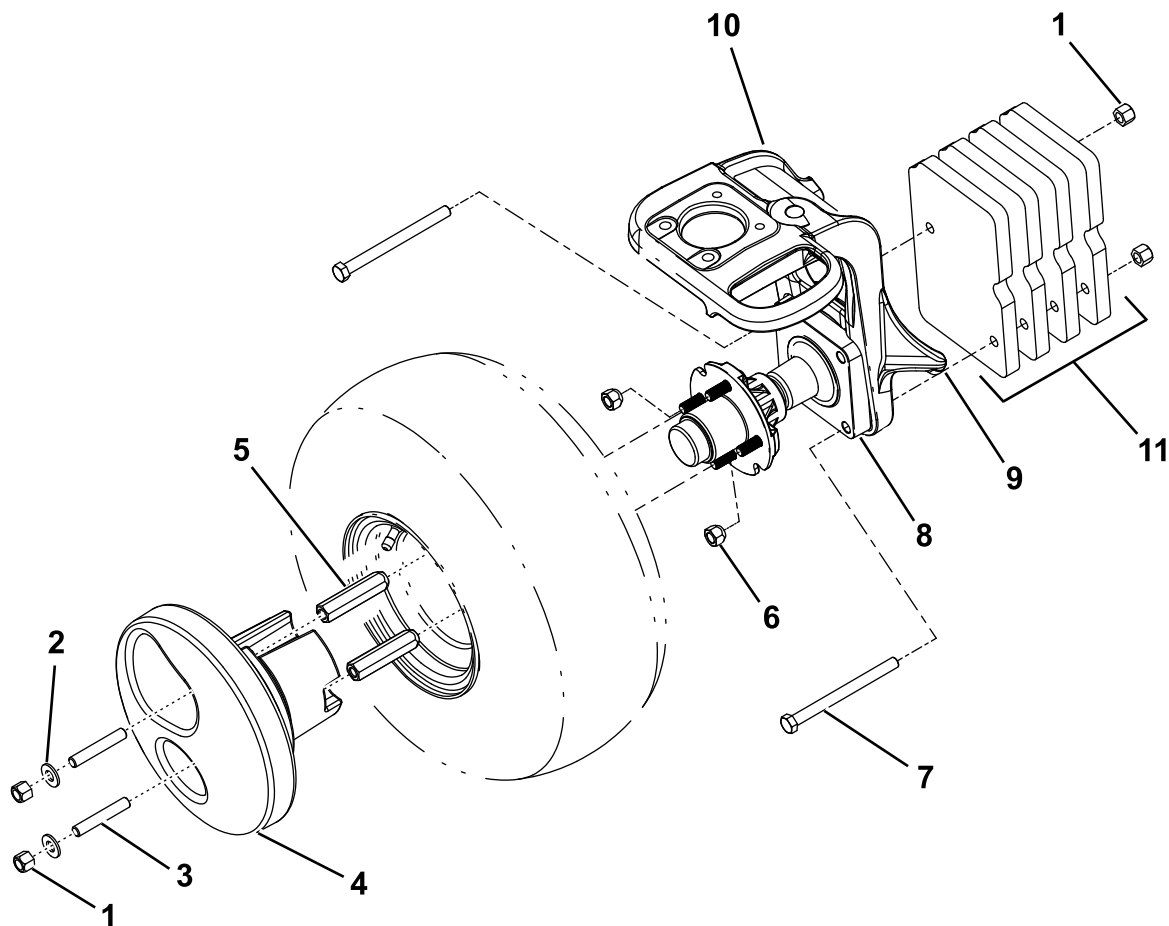

Figura 1
3. Sollevate la macchina con un martinetto nel punto di sollevamento (Figura 1).
4. Togliete i 4 dadi a staffa sulla ruota a coppie posizionate diagonalmente tra loro (Figura 1).
6. Togliete i 2 bulloni di ancoraggio che fissano il fusello alla forcella della ruota orientabile (Figura 1).
7. Montate le 4 zavorre del kit sul lato destro della forcella della ruota orientabile con i 2 bulloni a testa esagonale (1/2 x 6 poll.) e i 2 dadi di bloccaggio del kit (Figura 1).